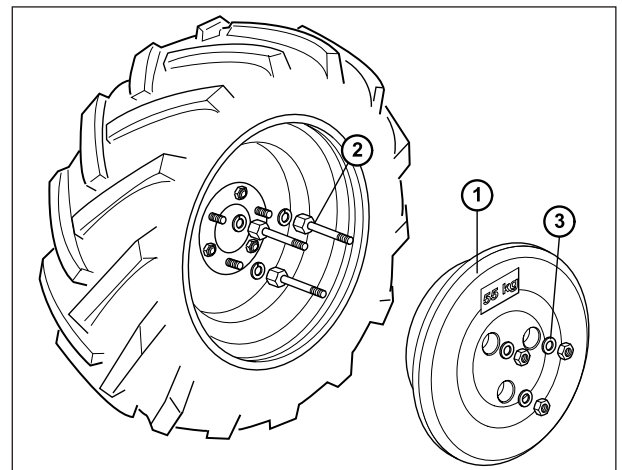

Fig. 64
Para montar el lastre (1 Fig. 64) en la llanta es necesario:
- Enroscar las fijaciones del lastre (2 Fig. 64) intercalando siempre las arandelas entre fijación y llanta.
- Bloquear el lastre con las tuercas que hemos desenroscado, intercalando siempre las arandelas (3 Fig. 64) suministradas.